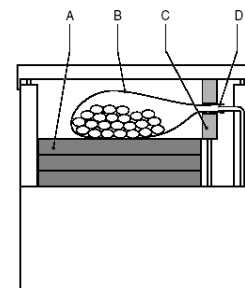

Fig. 7-1: Envasado
3. Introduzca el producto en una bolsa de vacío. (Fig.7-1).
4. Saque o coloque una o más planchas de soporte para ajustar correctamente la altura de la bolsa de vacío (Fig. 7-1-A)